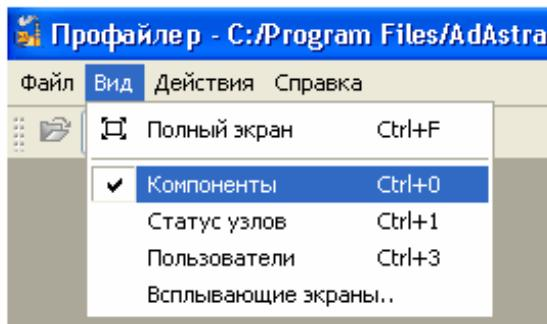

Рис. 6.7
6.4.2.8. Ввести в чарунку **C3** довільні значення. Їх можна спостерігати в атрибутах каналу **Із_таблицы** за допомогою вікна проглядання компонентів, що відкривається через основне меню відладчика (рис. 6.7).